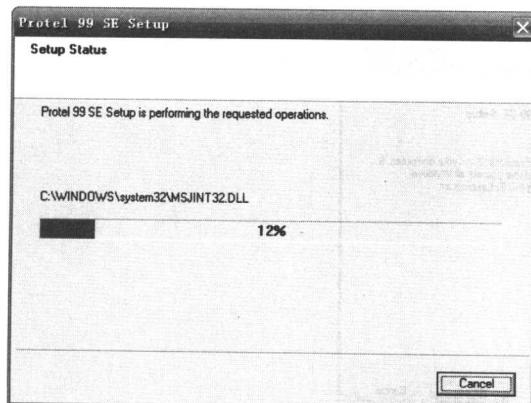

图 1-6 Protel 99 SE 的安装进度
(6) 单击 **Next >** 按钮，弹出如图 1-6 所示的对话框，系统将自动显示 Protel 99 SE 的安装进度。